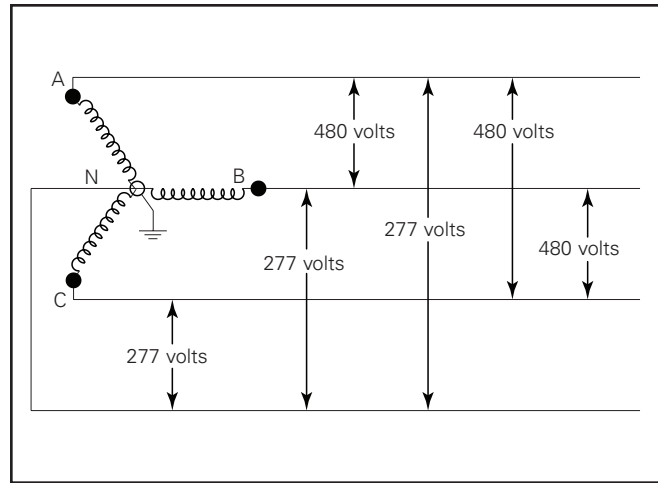

Figure 5. Câblage pour les systèmes en Y de 480 V
2. Utilisez seulement avec les systèmes Wye de 480 V. Selon la NEC, à ne pas utiliser avec des systèmes sans mise à la terre, des systèmes à impédance et mis à la terre ou des systèmes mis à la terre sur phase (communément appelé systèmes triphasés à trois câbles, triphasé à colonne élevée et triphasés mis à la terre sur phase). (Figure 5.)